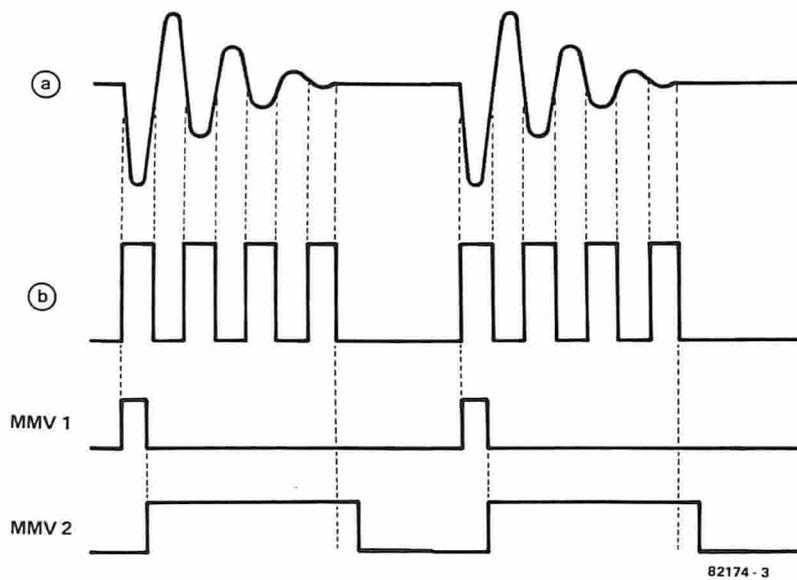

Figura 3. Segnali presenti ai vari punti del circuito:
re del registratore a cassette, regolare poi il volume a mezza corsa: si accenderà il LED verde. Una volta raggiunta la sezione del nastro che precede i caratteri di sincronizzazione, apparirà sul display il gruppo di caratteri "1" della figura 3 dell'articolo sul software pubblicato il mese scorso. Questa scritta apparirà lampeggiante! Una volta completata la lettura dei caratteri di sincronizzazione, potrà essere finalmente tarato il PLL.
La figura 2 mostra la versione pratica del principio riassunto nello schema a blocchi (figura 1). I componenti necessari sono, in linea di massima, soltanto due circuiti integrati: IC1 contiene quattro amplificatori operazionali, dei quali solo tre sono utilizzati; IC2 contiene i due multivibratori monostabili. Il primo amplificatore operazionale serve da amplificatore per il segnale del tamburo proveniente dal trasduttore (altoparlante o microfono). Il guadagno è fissato ad un valore 10 mediante il circuito di controreazione $R1/R2$. Esso potrà essere variato mediante un potenziometro semifisso che sostituisca la resistenza $R2$. L'ingresso a bassa impedenza del circuito è predisposto per il collegamento di altoparlanti e di microfoni a bassa impedenza (dinamici oppure ad elettret con convertitore di impedenza integrato). All'uscita di A1, due diodi (D1,D2) suddividono il segnale su due percorsi: uno per le semionde positive ed uno per le semionde negative. Le semionde negative sono applicate, tramite D1, ad un altro amplificatore A2 che, grazie al suo elevatissimo guadagno (100 x) è sovrapilotato e fornisce all'uscita impulsi ad onda quadra. Questi impulsi che appaiono all'uscita TR hanno un'ampiezza di +15 V mentre all'altra uscita TR la loro ampiezza sarà di +5 V. Questi livelli di gate sono adatti a pilotare tutti i normali sintetizzatori. Il fatto che, ad ogni battuta del tamburo, appare un intero treno di impulsi all'uscita di gate non causa normalmente alcun problema, perchè i generatori di inviluppo del sintetizzatore partono esclusivamente al primo fronte positivo di impulso, sviluppando in seguito il loro inviluppo senza essere influenzati dai successivi impulsi di trigger. Se ciò dovesse costituire però un problema, si potrà anche usare il segnale al piedino 9 oppure al piedino 13 di IC2 come impulso di gate a +5 V. Come illustrato nel diagramma degli impulsi di figura 3, in questi punti è presente un impulso di maggior lunghezza, che appare soltanto una volta ad ogni battuta di tamburo. IC2 è un doppio multivibratore monostabile TTL. Il primo monostabile parte in corrispondenza all'impulso proveniente dall'uscita TR +5 V che è collegata al piedino 10 di IC2. Questo primo monostabile eroga alla sua uscita (piedino 5) un breve impulso che manda in conduzione il transistor T1. Ciò provoca la scarica del condensatore C2 alla prima semionda del segnale del tamburo. Alla fine di questo impulso di scarica, T1 ritorna all'interdizione; il condensatore C2 è ora pronto ad essere caricato e riceve, tramite il diodo D2, la tensione di picco della successiva semionda positiva proveniente dall'uscita dell'amplificatore di ingresso. D2 evita che il condensatore si scarichi e la tensione viene mantenuta costante fino alla successiva battuta del tamburo. L'alta impedenza di ingresso dell'amplificatore operazionale A3, che è utilizzato come buffer per il condensatore C2, garantisce un'adeguata stabilità allo stadio di memorizzazione. Una tensione di controllo bufferizzata (CV) è presente all'uscita di A3.